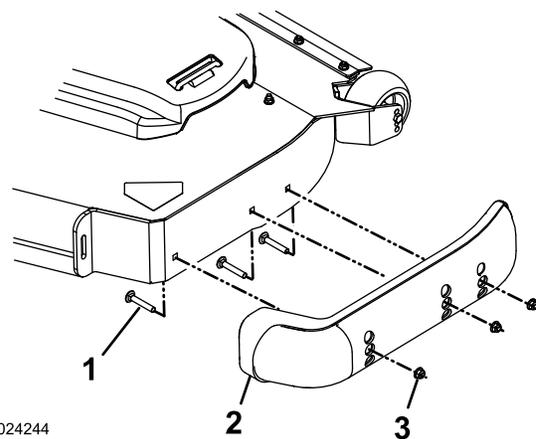

Figura 34
- Retire os parafusos de carroçaria e as porcas de cada patim (Figura 34).